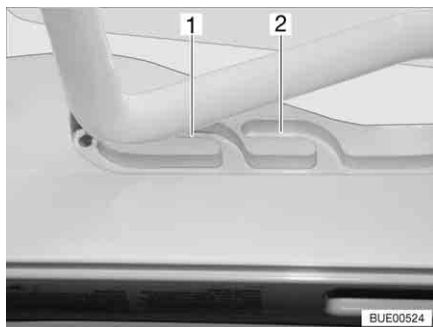
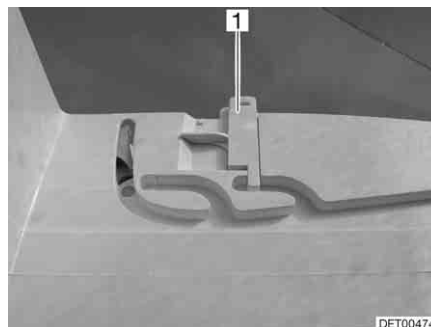

Fig. 60 Lanterneau Heki en position de ventilation
Fig. 61 Verrouillage position de ventilation
Il est possible d'amener le lanterneau Heki en deux positions de ventilation : Position pour mauvais temps (Fig. 60,1) et position intermédiaire (Fig. 60,2). Selon l'équipement, il est possible de verrouiller le lanterneau en position intermédiaire avec les deux verrous (Fig. 61,1) à gauche et à droite du cadre du lanterneau.
- Pousser légèrement l'étrier vers le haut, le pousser dans la glissière choisie (Fig. 60,1 ou 2) et le verrouiller si nécessaire.